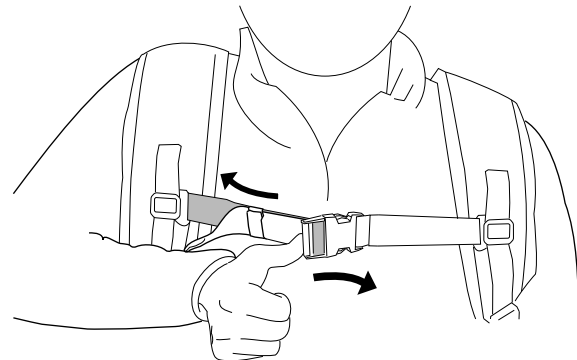

Figura 10
7. Si la correa pectoral está demasiado apretada, presione lateralmente sobre el tensor para alargar las correas (Figura 10).